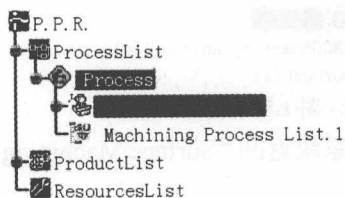
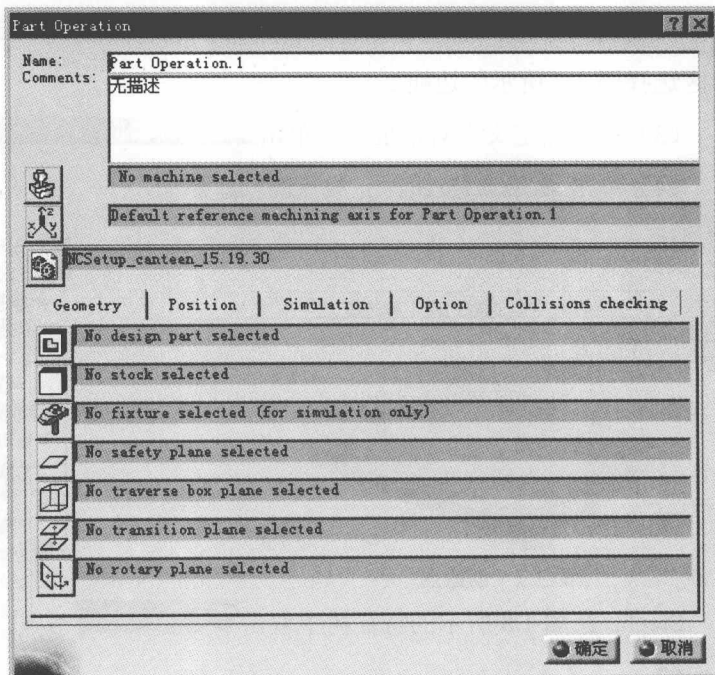
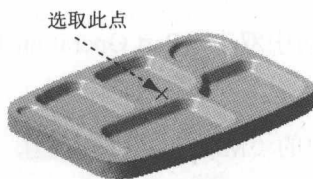

图 1.9 特征树
图 1.10 “Part Operation”选项卡
图 1.11 选取点
Step1. 进入零件操作对话框。在图 1.9 所示的特征树中双击“Part Operation.1”节点, 系统弹出图 1.10 所示的“Part Operation”对话框。
(1) 单击“Part Operation”对话框中的  按钮, 系统弹出“Default reference machining axis for Part Operation.1”对话框。
(2) 在对话框的 **Axis Name**: 文本框中输入坐标系名称“machine axis.1”并按下 Enter 键, 此时“Default reference machining axis for Part Operation.1”对话框变为“machine axis.1”对话框。
(3) 单击“machine axis.1”对话框中的坐标原点感应区, 选择图 1.11 所示的点, 再单